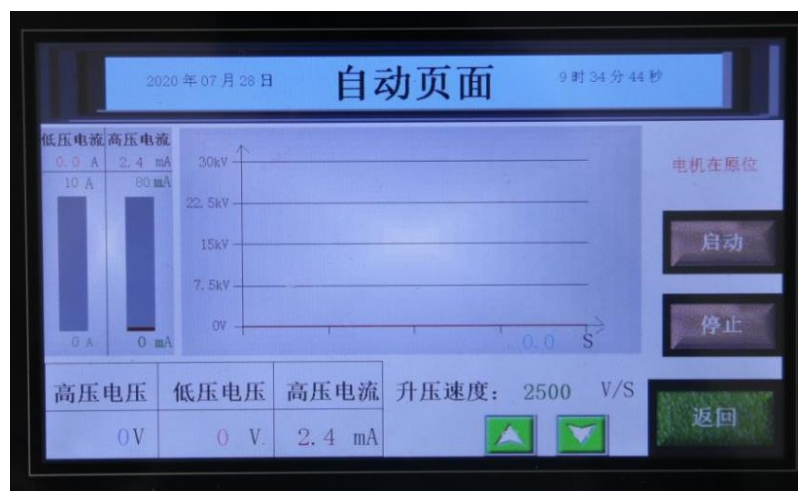

图 6-2 自动页面
6.2 点击“自动”按钮，进入自动页面。如图 6-2 所示。